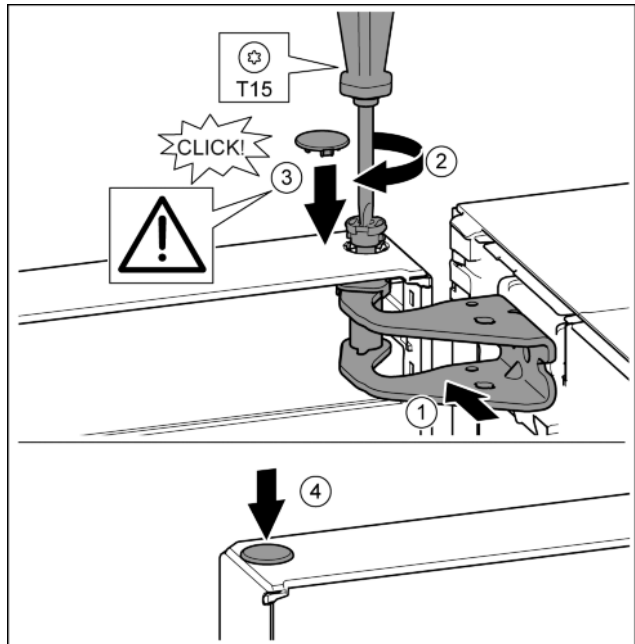

Fig. 20
- ▶ Fent igazítsa a csapágybak nyílására az ajtót. Fig. 20 (1)
- ▶ Helyezze be a csapot, és a T15 csavarhúzóval húzza meg. Fig. 20 (2)
- ▶ Az ajtó biztosítása érdekében szerelje fel a biztonsági fedelet: Helyezze fel a biztonsági fedelet, és ellenőrizze, hogy felfekszik-e az ajtóra. Egyébként a csapszeget teljesen helyezze be. Fig. 20 (3)
- ▶ Helyezze be a dugót. Fig. 20 (4)